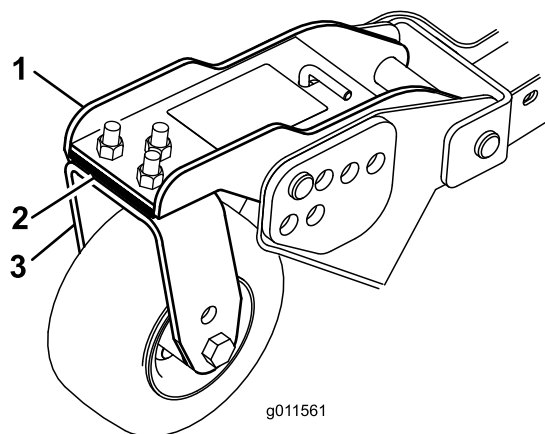

Figura 32
Gire la cuchilla de cada eje hasta que los extremos estén orientados hacia adelante y hacia atrás. Mida desde el suelo hasta la punta delantera del filo de corte. Ajuste los suplementos de 3 mm en los brazos de las ruedas giratorias delanteras hasta que la altura de corte se corresponda con la marca de la pegatina (Figura 32). Para el eje de la cuchilla exterior solamente, consulte Ajuste de la inclinación de la carcasa de corte \(página 79\).
3. Si el borde interior de la carcasa lateral está demasiado alto respecto al borde exterior de la carcasa delantera, retire un suplemento de 3 mm de la parte inferior del brazo interior delantero de la rueda giratoria en la carcasa lateral del cortacésped (Figura 32).